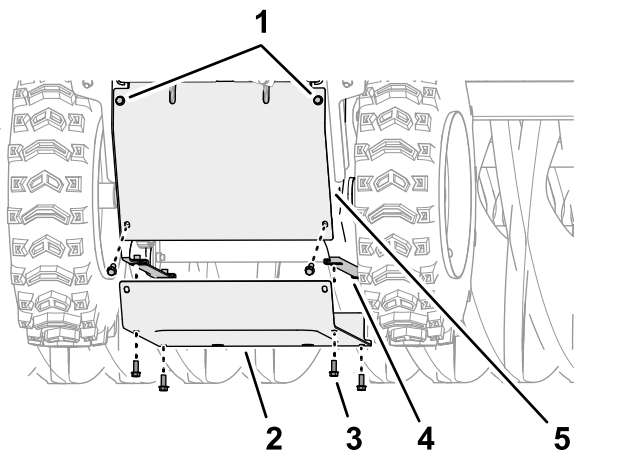

**Bild 46**
4. Entfernen Sie das Distanzstück der Riemenscheibe, die Hälfte der vorderen Riemenscheibe und den 87,6 cm Treibriemen von der Kurbelwelle des Motors (**Bild 46**).